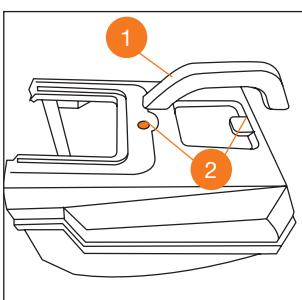

Рис. 9
3. Вставьте ручку травосборника ① в посадочные отверстия ② и защёлкните её (Рис. 9).